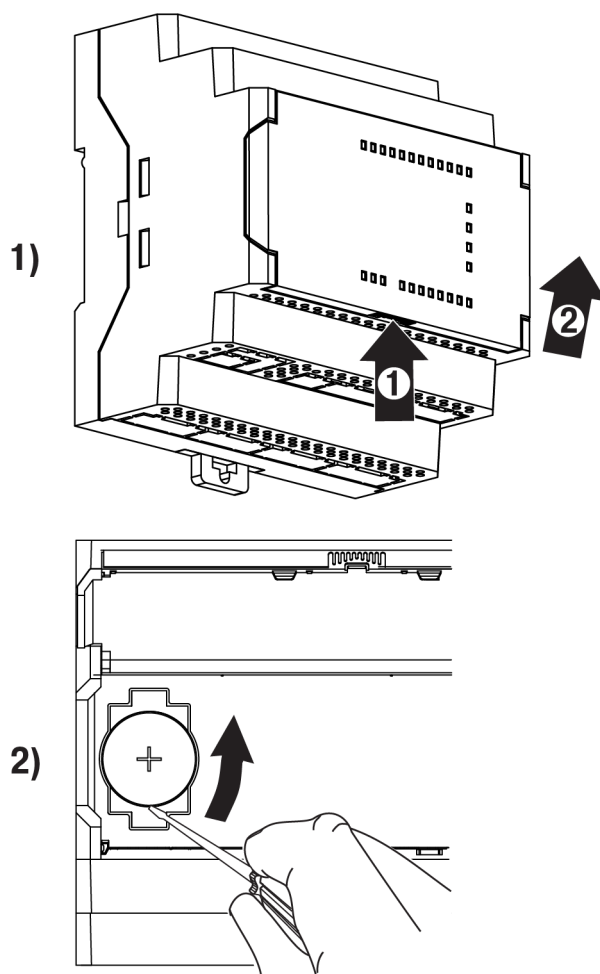

Рисунок 8.1 – Замена батарейки
2. Открыть крышку на лицевой панели прибора (см. рисунок 8.1, 1)).